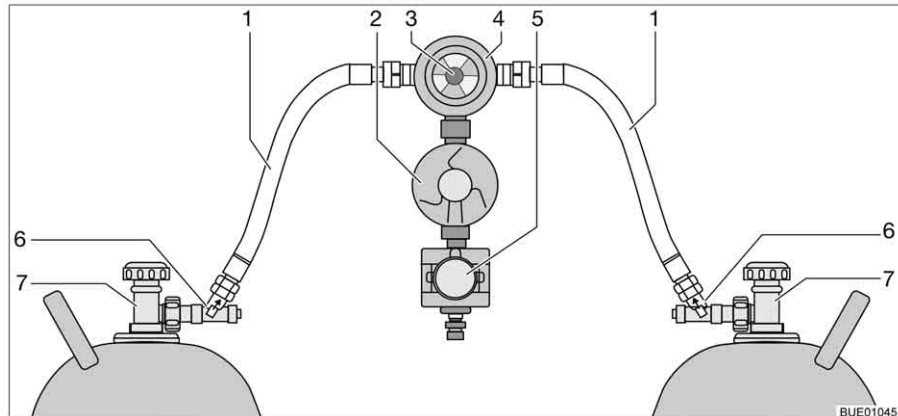

Bild 165 Crash-Protection-Unit-Umschaltanlage
Die Crash-Protection-Unit besteht aus zwei Durchflussbegrenzern mit manueller Entriegelung (Bild 165,6), einem Umschaltventil (Bild 165,4) mit Druckregler (Bild 165,2), einem Elektroventil (Bild 165,5) und der Bedieneinheit mit dreifarbigem LED. Das Umschaltventil ist zwischen den beiden Gasschläuchen (Bild 165,1) montiert.
Mit dem Drehknopf (Bild 165,3) am Umschaltventil lässt sich bestimmen, welche der Gasflaschen als Betriebsflasche und welche Gasflasche als Reserveflasche verwendet wird.
An der Bedieneinheit (Bild 166) können nur die elektrischen Funktionen geschaltet werden. Die Haupt-Absperrventile der Gasflaschen (Bild 165,7) und die Entriegelungen (Bild 165,6) müssen von Hand geöffnet werden.
- Haupt-Absperrventile an den Gasflaschen (Bild 165,7) öffnen.
- Entriegelungen (Bild 165,6) nacheinander 10 Sekunden lang drücken.
- Mit dem Drehknopf (Bild 165,3) am Umschaltventil (Bild 165,4) die Gasflasche wählen, der vorrangig das Gas entnommen werden soll (Betriebsflasche).
- Haupt-Absperrventile an den Gasflaschen (Bild 165,7) schließen.